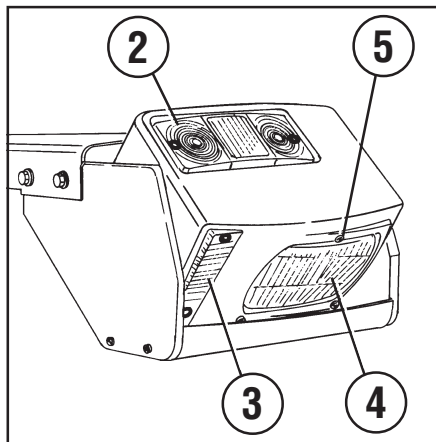

Abb. 59
- Einstellungen durch Drehen der Befestigungsschrauben der Scheinwerfer (5 Abb. 59) vornehmen.
- **Vorderer Scheinwerfer** (4 Abb. 59). Die beiden Schrauben zur Befestigung der rechten oder linken Stoßstange lockern und die Lampen im Innern ersetzen.
- **Vordere Leuchte** (3 Abb. 59). Die Schrauben zur Befestigung der Scheiben lösen und die Lampen ersetzen.
- **Rücklicht** (2 Abb. 59). Die Schrauben zur Befestigung der Scheiben lösen und die Lampen ersetzen.